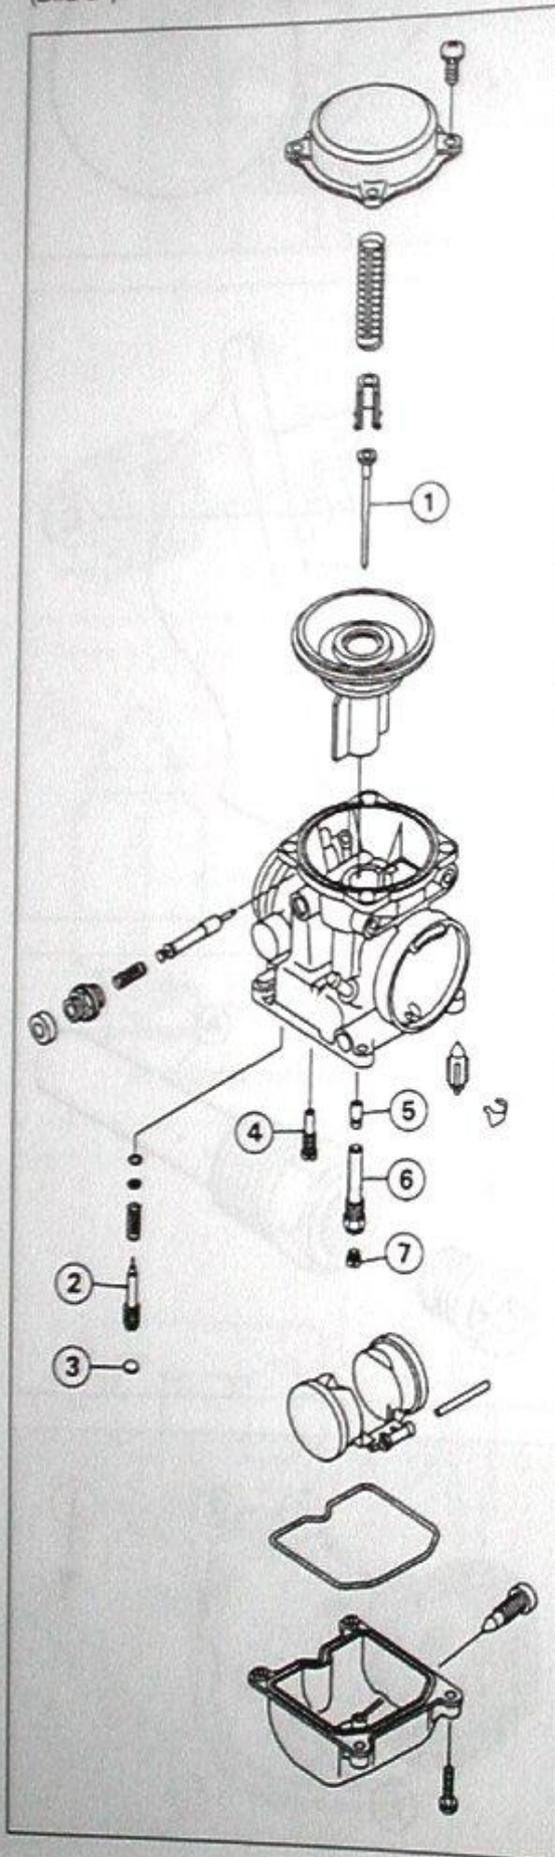

Bild 95
- Deckel mit Feder montieren (Bild 95).